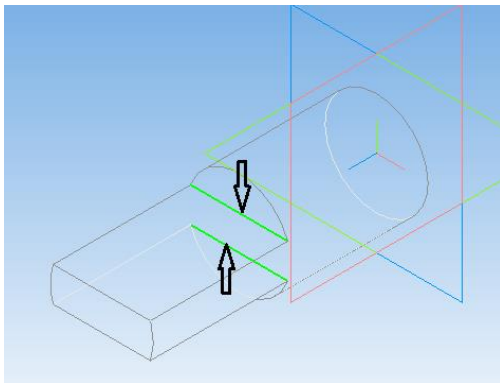

Рисунок 43.
12. Удерживая клавишу «**Ctrl**» выберите 2 кромки среза (рисунок 43) .